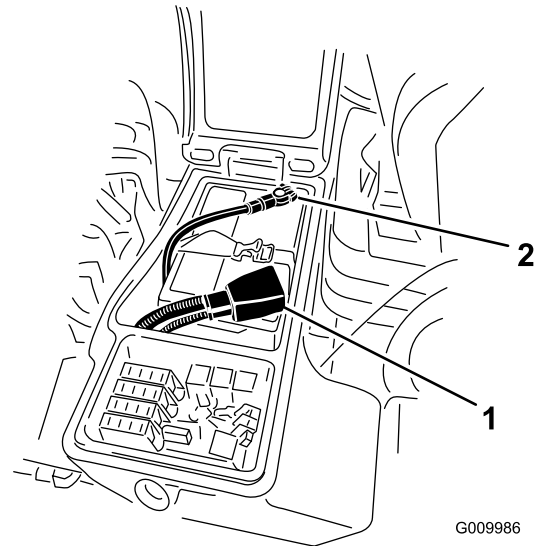

Figura 66
3. Rimuovete il cavo negativo (nero) dal morsetto negativo (-) e il cavo positivo (rosso) dal morsetto positivo (+) della batteria (Figura 66).
6. Collegate il cavo positivo (rosso) al terminale positivo (+) e il cavo negativo (nero) al terminale negativo (-) della batteria (Figura 66).